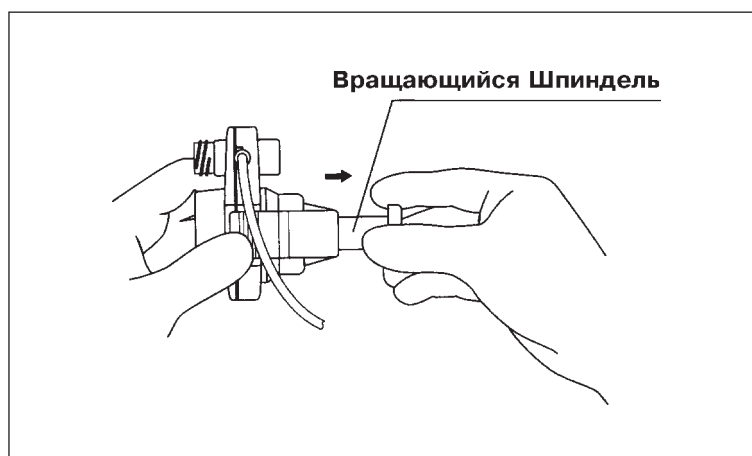

Рис. 6.3
1. Придерживая пальцами защёлки с двух сторон Водяного Насоса, отсоедините его от ПРИБОРА ДЛЯ ТЕРМОКОАГУЛЯЦИИ и выдвиньте до упора Вращающийся Шпindel (См. рис. 6.3).